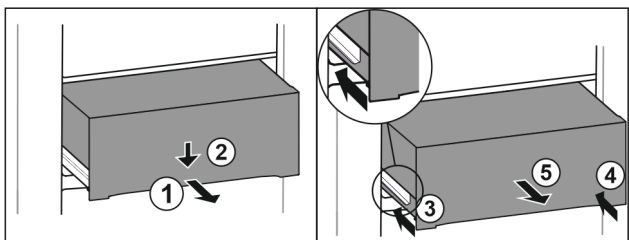

Fig. 81
- Schubfach halb herausziehen. Fig. 81 (1)
- Schubfach an der Vorderseite nach unten drücken. Fig. 81 (2)
- Linke Schiene etwa 2 cm einschieben. Fig. 81 (3)
- Rechte Schiene etwa 2 cm einschieben. Fig. 81 (4)
- Schubfach nach vorne entnehmen. Fig. 81 (5)